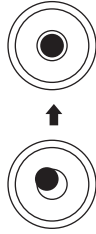

Рис. 4
- (4) При помощи подъемных винтов добейтесь точного расположения пузырька в центре круглого уровня (рис. 4).